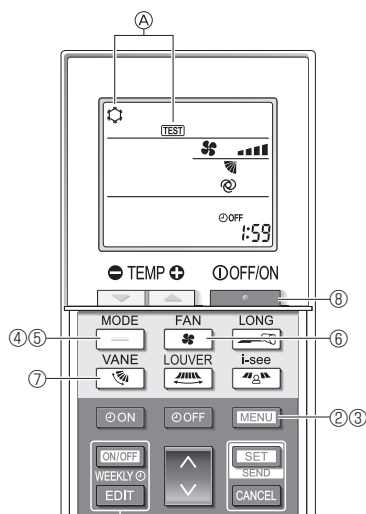

Fig. 7-5
- Սեղմեք [MENU] կոճակը և սեղմած պահեք 5 վայրկյան: (Fig. 7-5)
Ցուցադրվում է ④ [ՓՈՐՁԱՐԿՈՒՄ] և շահագործման ընթացիկ ռեժիմը: (Fig. 7-5)